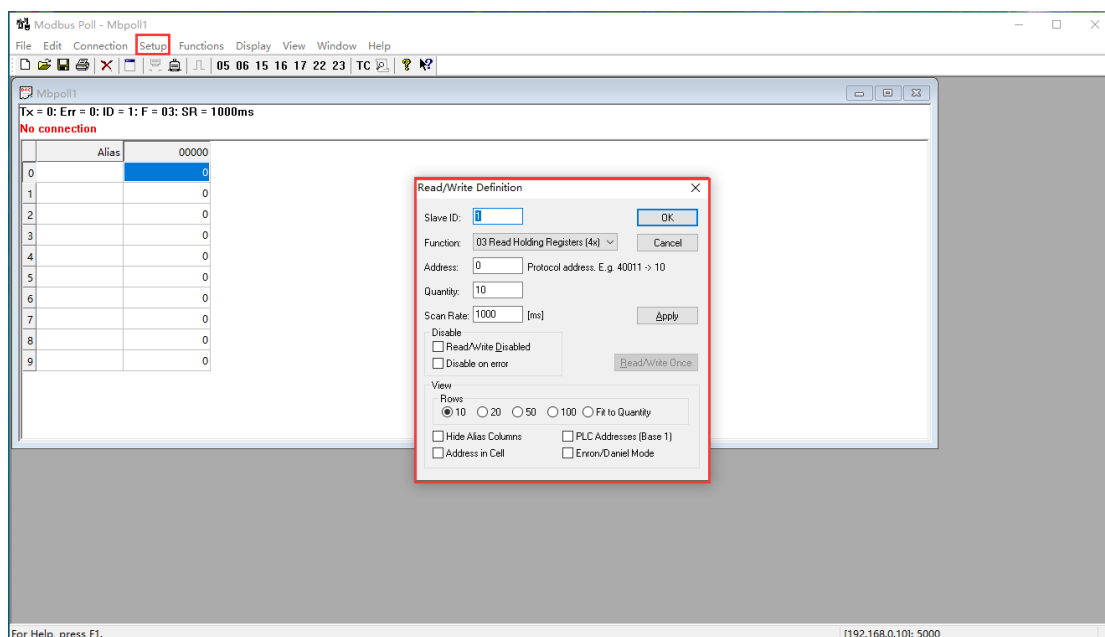

图 12-8 Modbus 主机创建
(2) 将电脑 IP 设置为 192.168.0.1 (与模块内设置的远程 IP 一致), 打开“Modbus Poll”工具, 其他参数设置如图 12-8 所示, ID 设置为 1, 功能码选择 3。